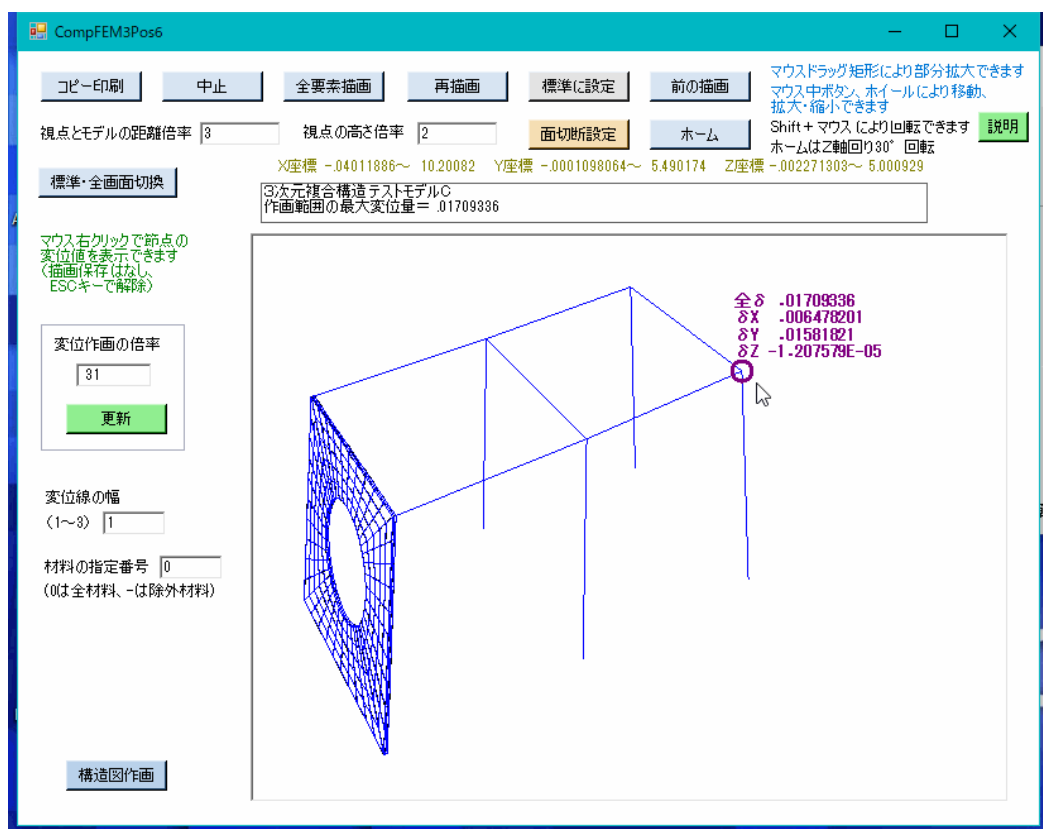

図6-9 変位図の作画画面（構造図消去、マウス右クリックの節点の変位値表示）
- ④本画面の左下側の「構造図消去」ボタンをクリックすると、図6-9のように構造図なしの変位図だけになります。なお、同図ではマウス右クリックの節点の変位値も表示しています。同図で「構造図作画」ボタンをクリックすると元の画面に戻ります。
- ⑤本画面の上側に表示されている作画パラメーター、マウスドラッグによる部分拡大、回転操作等は、4.16節の構造図の作画と同じです。
- ⑥マウス右クリックで任意の節点を選択すると、図6-9のように同節点の変位値が表示されます。